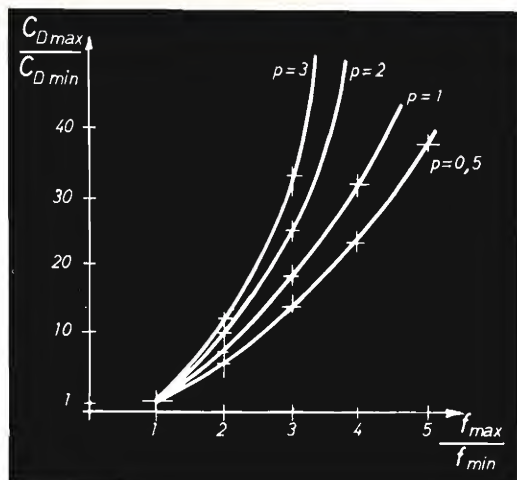

figura 6
Fissata, quindi, la gamma di frequenze che interessa e nota o stimata la capacità parassita C_p è possibile determinare il rapporto $C_{D\max}/C_{D\min}$ e, conoscendo la tensione di sintonia disponibile, scegliere un diodo di caratteristiche idonee. In figura 6 è rappresentata graficamente la (2) in cui si è posto $C_p = pC_{D\min}$. Tale grafico è valido anche nel caso di condensatori variabili ad aria tradizionali per un rapido dimensionamento di circuiti accordati a sintonia variabile. Per vedere ora che effetto ha l'accordo a varicap sulla banda passante è opportuno definire il fattore di merito del diodo come: